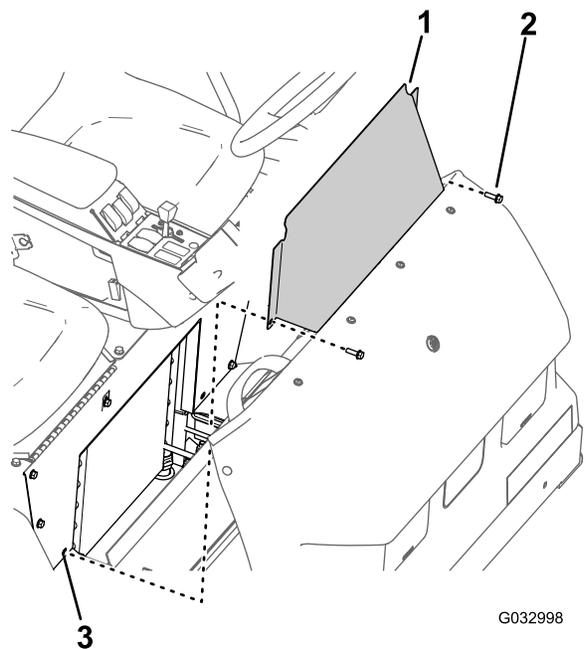

Figura 61
1. Retire los 2 pernos con arandela prensada que sujetan el panel de acceso de la base del asiento a la base del asiento (Figura 61).
2. Retire el panel de acceso de la base del asiento de la máquina (Figura 61).
1. Alinee los taladros del panel de acceso de la base del asiento con los taladros de la base del asiento (Figura 61).
2. Monte el panel de acceso de la base del asiento en la base del asiento con los dos pernos con arandela prensada (Figura 61) que retiró en el paso 1 de Retirada del panel de acceso de la base del asiento (página 54).